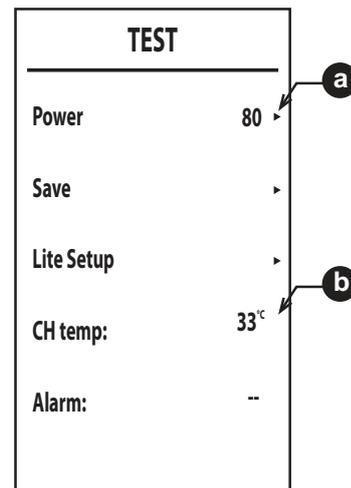

рис. 39
4. Используя кнопки отопления, просмотрите первые 3 позиции (Power, Save, Lite Setup - рис. 39) и нажмите кнопку , чтобы подтвердить свой выбор.